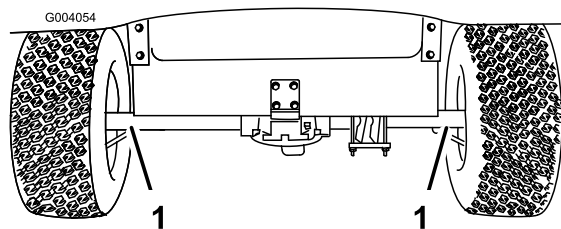
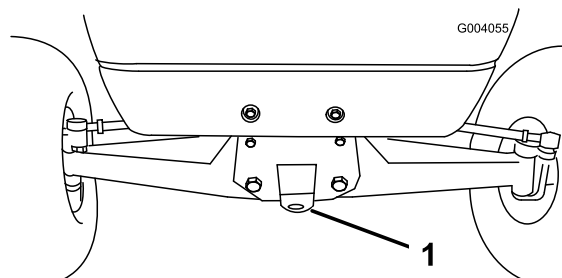

Bild 30
Bild 31
Benutzen Sie einen Anhänger, um das Fahrzeug über längere Strecken zu transportieren. Stellen Sie sicher, dass das Fahrzeug auf dem Anhänger befestigt ist. Beachten Sie für die Position der Vergurtungsstellen die Bilder Bild 30 und Bild 31.
1. Befestigen Sie ein Schleppkabel an der Lasche am vorderen Rahmen (Bild 31).